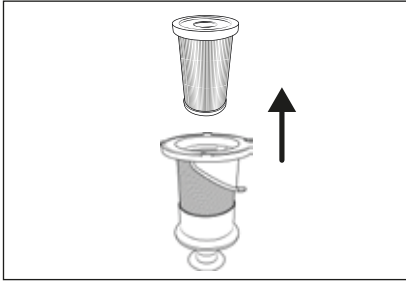

Abb. 19
- 4) Entnehmen Sie den HEPA-Filter **4** aus dem Edelstahlfilter **5**, indem Sie in die Öffnung des HEPA-Filters **4** greifen und diesen aus dem Edelstahlfilter **5** herausziehen (siehe Abb. 19).